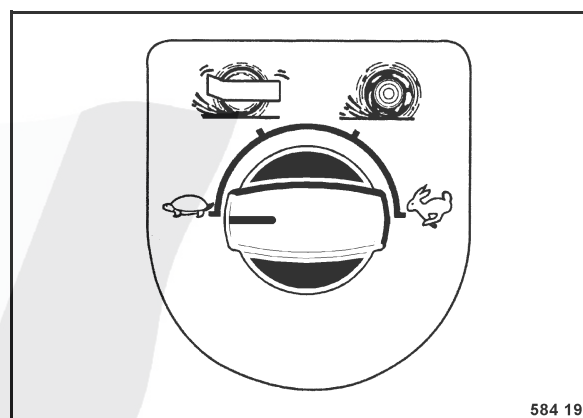

fig. 47
- Enclencher la vitesse de travail (fig. 47) (tortue).